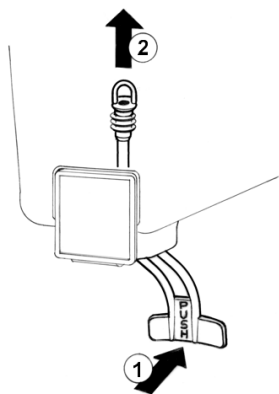

figura 4
**5 Grifo con tubo de goma:** empujar la palanca mando grifo (1) y sacar (2) el tubo goma de salida desde su situación vertical en el fondo del contenedor (ver figura 4).